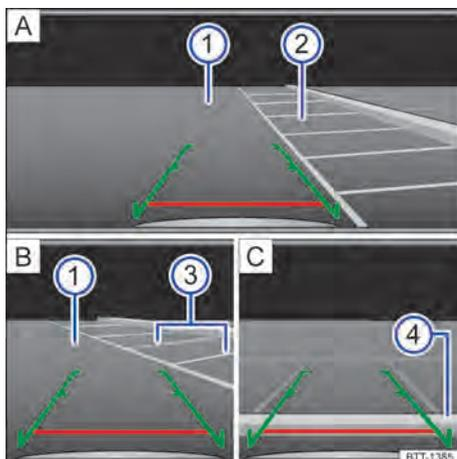

Fig. 107 Exibição do display do sistema do rádio: estacionar com a câmera de marcha a ré.
Legenda para Fig. 107:
- Posicionar o veículo na frente da vaga de estacionamento → Fig. 107 ② A.
- Conduzir para trás lentamente e manobrar de modo que as guias verdes laterais conduzam entre as linhas de delimitação da vaga de estacionamento delimitada ② [A].
- Alinhar o veículo na vaga de estacionamento selecionada de modo que as guias verdes laterais fiquem em cima das linhas de limitação lateral ③ [B].
- Parar o veículo, quando a linha vermelha atingir a limitação traseira ④ [C].